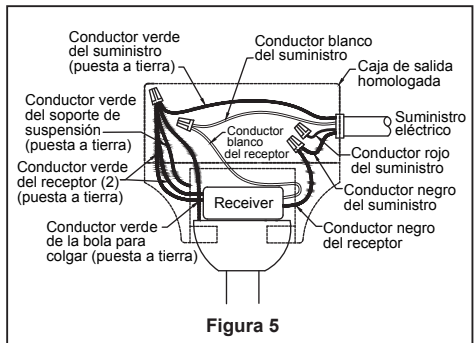

Figura 5
4. Una vez realizadas las conexiones, los cables deben ser colocados de forma extendida poniendo el conductor de la toma de tierra y el conductor de toma de tierra del equipo a un lado de la caja, colocando el conductor sin toma de tierra en el otro lado de la caja, luego gire los conductores hacia arriba y, con cuidado, colóquelos dentro de la caja de salida; con los conductores blancos y verdes hacia un lado y los conductores negros hacia el otro. (Figura 5)